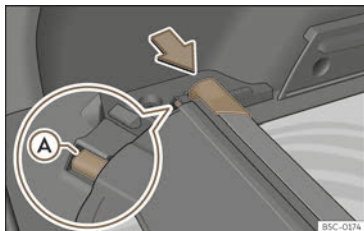

Abb. 194 Im Gepäckraum: Aufnahme zum Verstauen der aufrollbaren Abdeckung.
- Drücken Sie den Kopfteil der aufrollbaren Abdeckung in Pfeilrichtung, bis diese in der vorgesehenen Aufnahme einrastet >>> (Abb. 194). Stellen Sie sicher, dass das Gleitstück (A) in der entsprechenden Aufnahme einrastet.